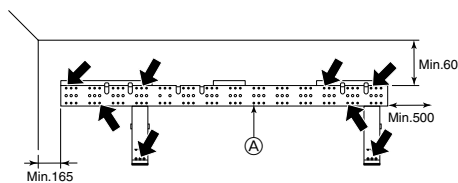

Fig. 3-4
- ▶ Die Wandbefestigung muß, wenn möglich, an beiden Enden und in der Mitte gesichert sein. Niemals an einer einzigen Stelle oder in asymmetrischer Form befestigen. (wenn möglich, die Befestigung an allen durch einen fettgedruckten Pfeil markierten Stellen sichern) (Fig. 3-4)